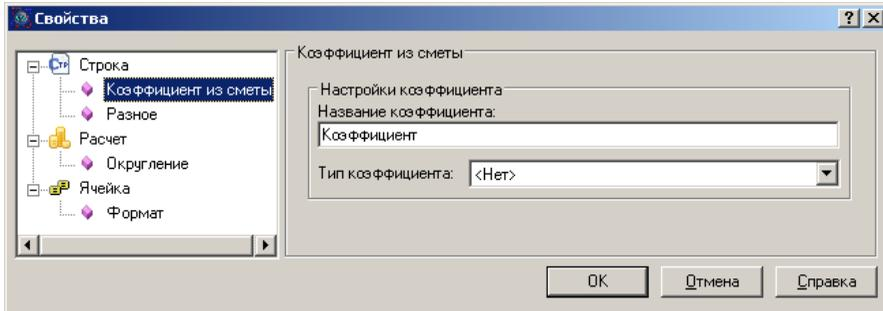

Рис. 4.83 Раздел «Строка»/«Коэффициент из сметы» диалогового окна «Свойства».
- 4) В разделе «Строка»/«Коэффициент из сметы» диалогового окна «Свойства» (Рис. 4.83) укажите тип и наименование коэффициента.